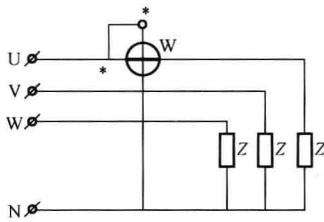
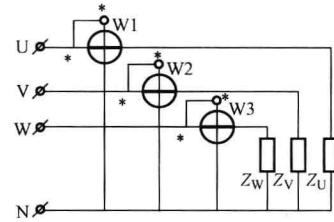

图 1-17 一表法
图 1-19 三表法
- 6) 测量三相负载时, 有三种接法, 即一表法、二表法和三表法, 分别如图 1-17~图 1-19 所示。